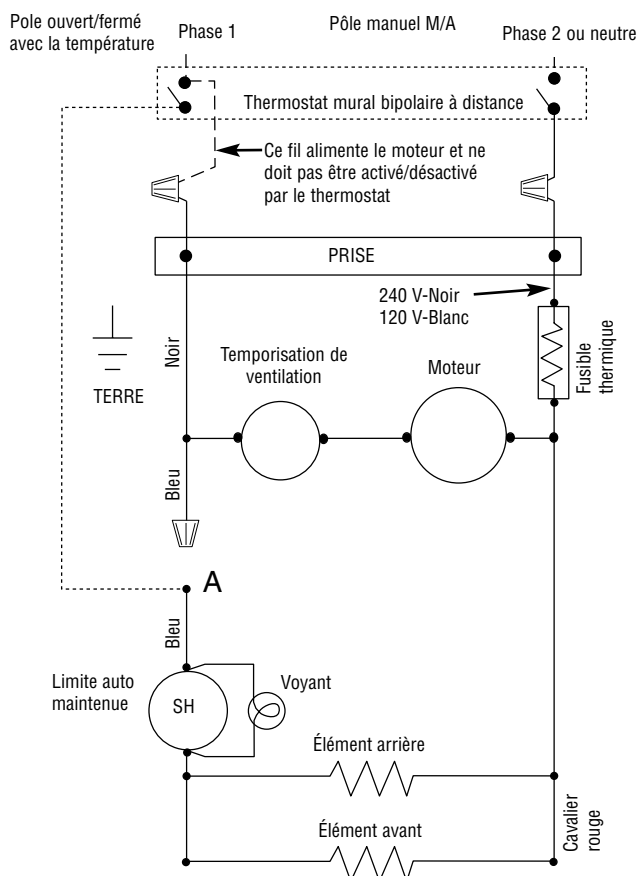

Figure 3 – Câblage pour thermostat à distance
6. **AVEC UN THERMOSTAT MURAL BIPOLAIRE À DISTANCE, CÂBLEZ LE RADIATEUR COMME INDIQUÉ EN FIGURE 3.** Tirez le câblage du site du disjoncteur en amont au thermostat mural. Branchez alors le fil bleu A au fil d'alimentation du site sur le côté charge du thermostat
REMARQUE : Les modèles de 1 100 watts seulement peuvent être câblés avec thermostat à distance coupant l'alimentation qui active/désactive tout le radiateur (éléments de chauffe plus moteur de ventilation). Les modèles de 1 500 watts DOIVENT être câblés comme indiqué en Figure 3.